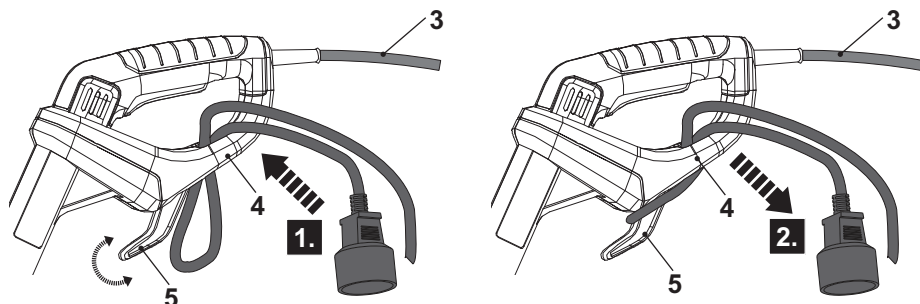

Fig. 4
1. Rode o recipiente do cabo (rotativo) (5) e assegure que a ponta do recipiente do cabo (rotativo) (5) está apontada para a frente.
2. Dobre o cabo de extensão para trás, cerca de 40 cm a partir da extremidade, e direcione o laço através do orifício da proteção traseira (4) (Fig. 4, passo 1).
3. Passe-o por cima do retentor de cabo (5) e puxe cuidadosamente o cabo para assegurar que fica bem preso (Fig. 4, passo 2).